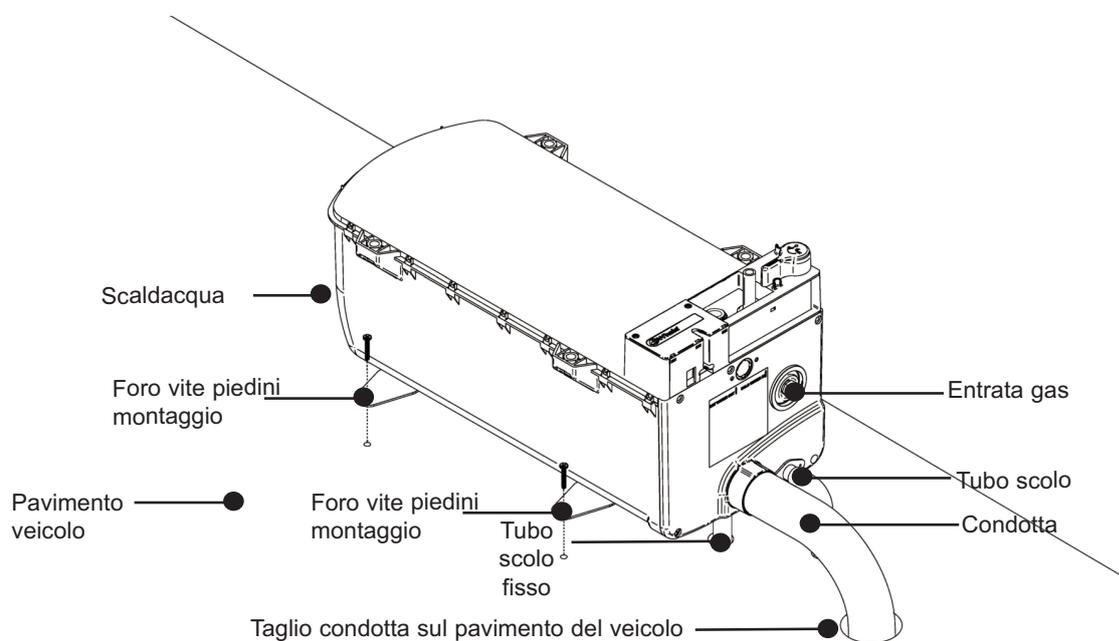

Fig. 28 Fissaggio dello scaldacqua al pavimento
- ii. Collegare lo scaldacqua al pavimento del veicolo. Le viti **devono** passare attraverso i piedini di montaggio. Vedere la Fig. 28.